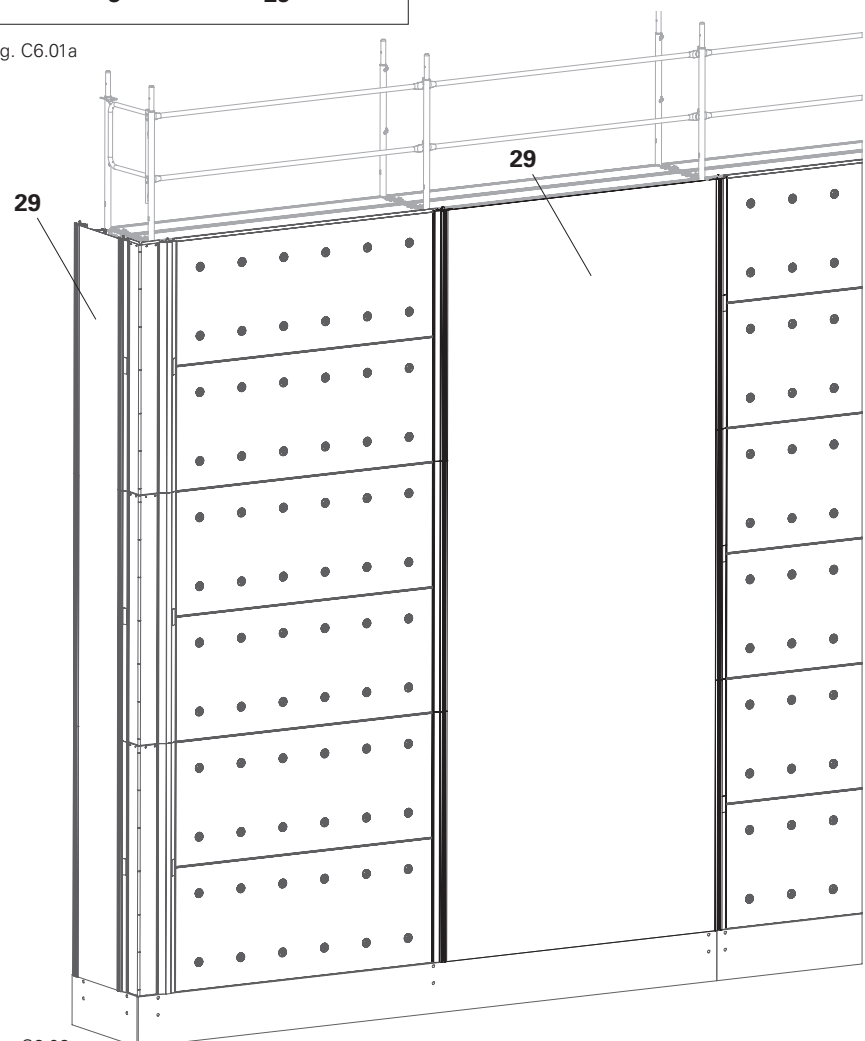

Fig. C6.02
4. Draw in the keder tarpaulin. (Fig. C6.02)